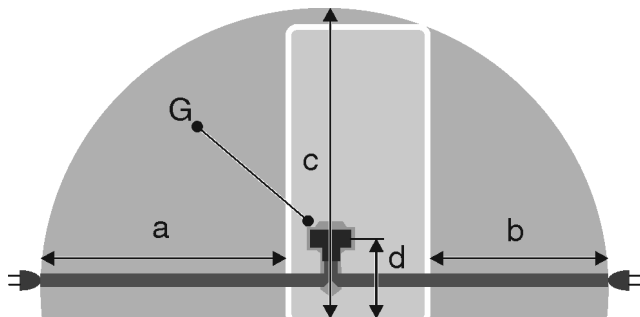

Fig. 20 \*
- Steckdose liegt nicht hinter dem Gerät, sondern in den Bereichen a oder b Fig. 20 (a, b, c).
- ▶ Gerätestecker Fig. 20 (G) auf der Rückseite des Gerätes einstecken. Auf richtiges Einrasten achten.